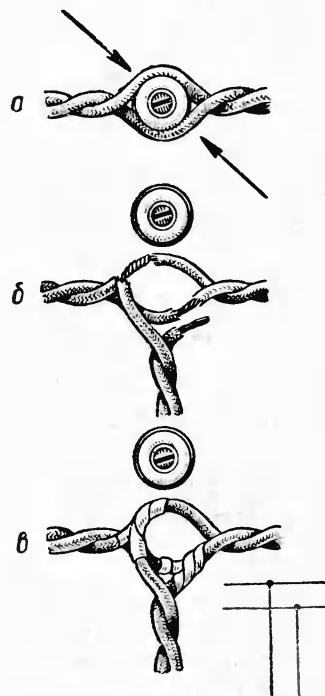

Рис. 40. Параллельное ответвление провода шнуровой проводки.
Параллельное ответвление: 1) место ответвления от магистрали намечают с двух сторон ролика, от которого пойдет ответвленный шнур (рис. 40, а); после этого снимают шнур с ролика, срезают в этих местах с обоих проводов шнура слой изоляции и зачищают оголенные места медной жилы на длине 1 см;
2) зачищенные концы шнура, который станет ответвлением, надежно скручивают с зачищенными жилами магистральной линии (рис. 40, б) и места скручивания обжимают плоскогубцами;
3) места соединения тщательно пропаивают, обматывают изоляционной лентой и надежно привязывают шнур к ролику (рис. 40, в).